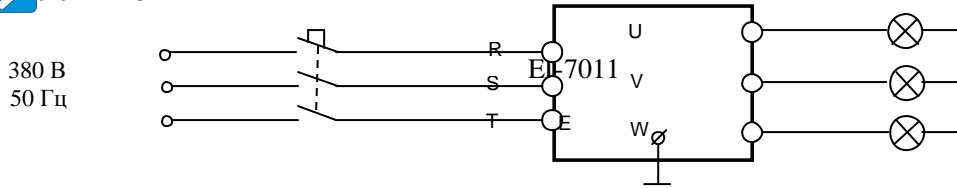

Рис. 4.18. Подключение к ПЧ ламп накаливания
4.15.1. Подключить три лампы к выходным клеммам U, V, W преобразователя частоты. Подать питание ~380 В 3Ф (рис. 4.18).
4.16.1. Подключить электродвигатель к выходным клеммам U, V, W (рис.4.18).